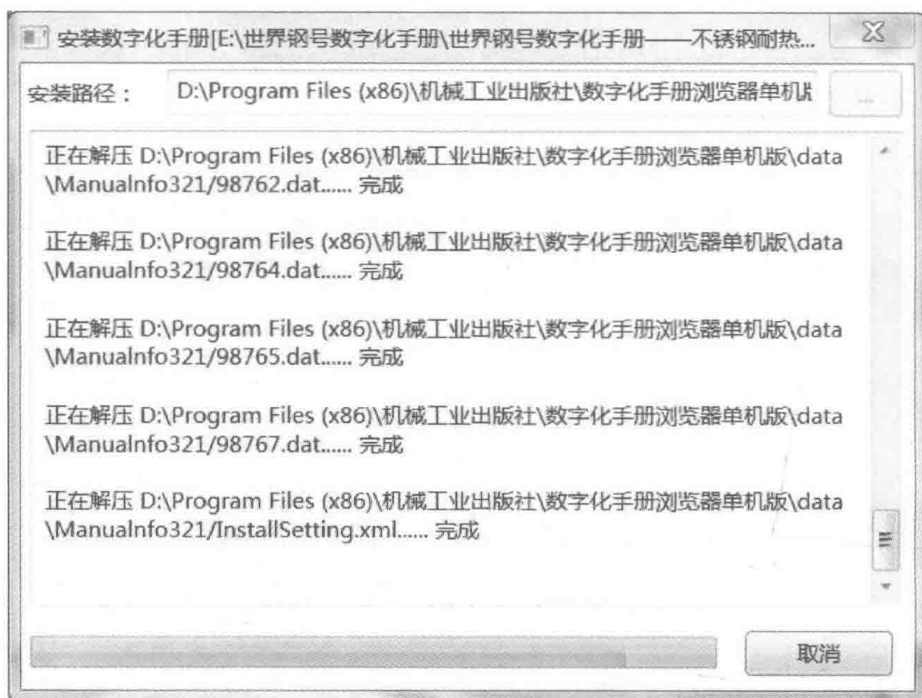

图 1-8 “安装数字化手册”对话框
8) 数字化手册浏览器安装完成后，开始安装数字化手册（见图 1-8），显示数字化手册的安装路径，并验证安装包，将数字化手册解压到指定目录。